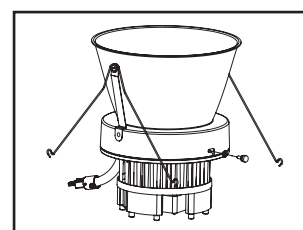

Figure 33.
- À l'aide des vis à oreilles fournies, attachez solidement la garniture inférieure au moteur lumineux à DEL (Figure 33.).